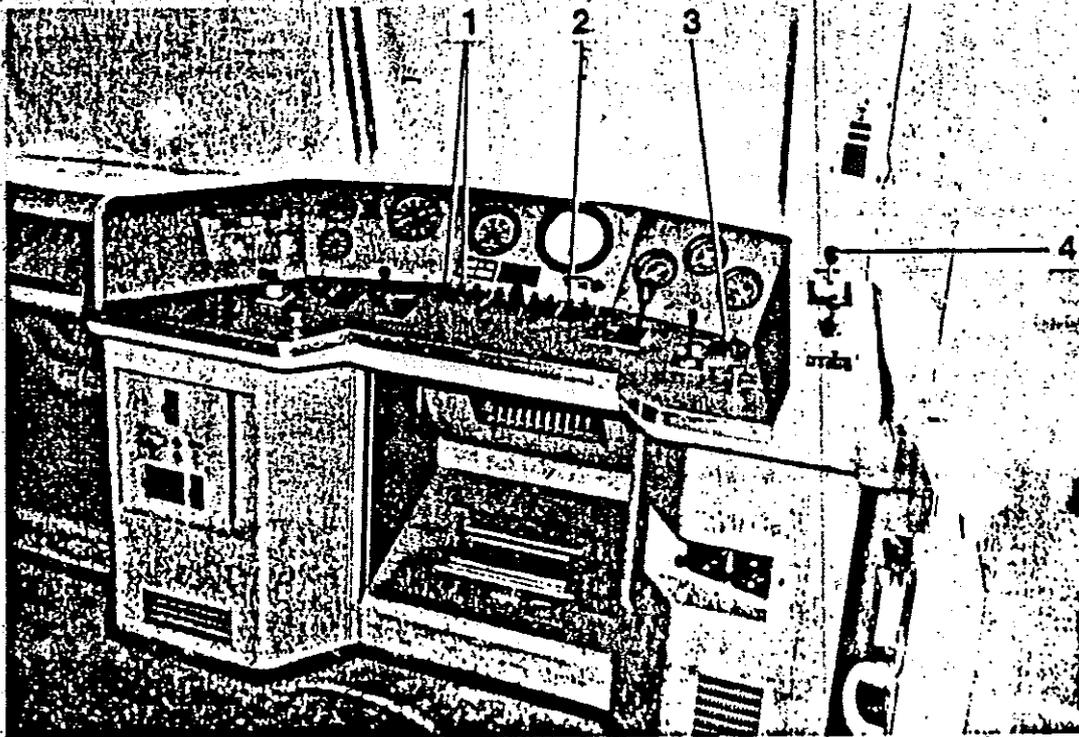

Figura 20 Pupitre de conducción P 1, 2
- Poner el seccionador del conmutador de freno neumático CM-NSA (Figura 20/3) en posición "SERVICIO".
- Colocar la válvula de freno directo (Figura 20/4) en posición FRENO (válvula de cinco vías)
- Comprobar el funcionamiento de los areneros (Figura 20/2).
- Conectar el alumbrado exterior (Figura 20/1)